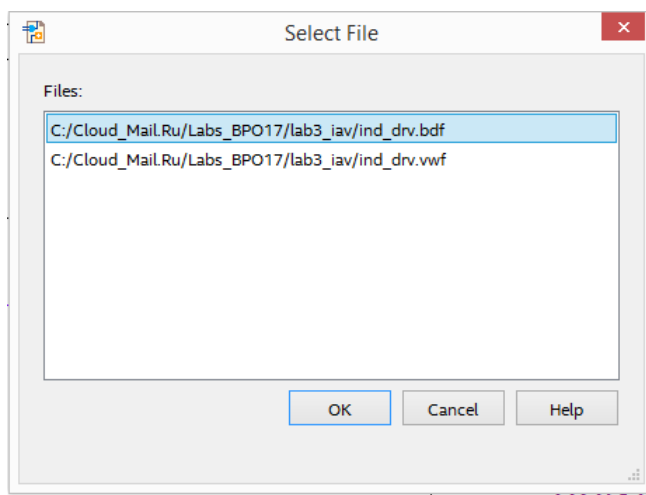

Рис. 84 Выбор файла для изменений
16.2. Откройте файл со схемой проекта **lab4\_iav.bdf** и дважды кликните ЛКМ на компонент **ind\_drv**. В появившемся окошке **Select File** выберите файл **ind\_drv.bdf** (рис. 84), далее «**Ok**», откроется окно схематического редактора со схемой компонента **ind\_drv**.